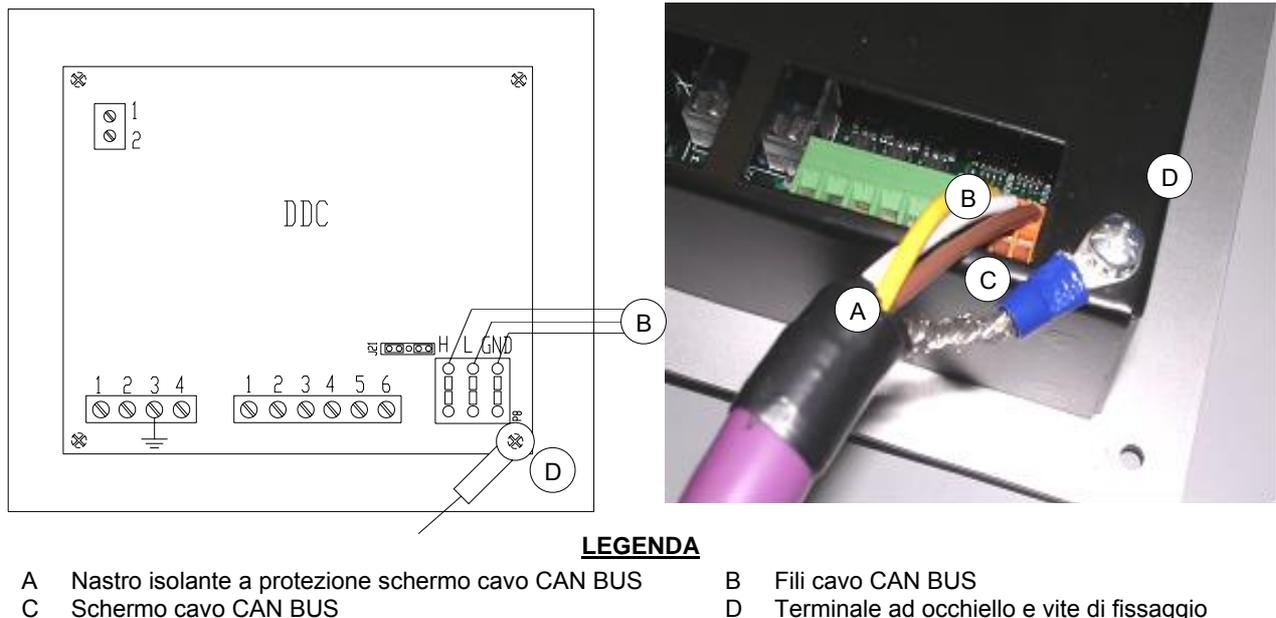

Figura 17 Pannello Digitale di Controllo (DDC) – schema cablaggi e parziale vista posteriore.
Se il Cavo CAN-BUS è stato già collegato al DDC (procedura "c" più avanti esposta), fare attenzione all'occhiello (o ai due occhielli) da 4 mm dello schermo cavo CAN BUS: utilizzare la vite di fissaggio in prossimità della presa CAN-BUS (in basso a destra) per bloccare l'occhiello (o i due occhielli) come illustrato in Figura 17, a pagina 35.
Prima di operare sul DDC, assicurarsi che questo sia spento. Il DDC, come la scheda elettronica sull'apparecchio, ha dei jumpers da spostare per assumere le configurazioni di nodo intermedio e di nodo terminale. La posizione dei jumpers "J21" su un nuovo DDC è CHIUSO, come illustrato in Figura 17:
4. Arrotolare la schermatura e collegarla ad un occhiello da 4 mm, come illustrato in Figura 17, Pagina 35, dettagli C e D. Procedere quindi come segue:
8. Utilizzare la vite di fissaggio del coperchio posteriore posta in prossimità della presa CAN BUS per bloccare l'occhiello (o i due occhielli) da 4 mm (particolare D , Figura 17 Pagina 35).